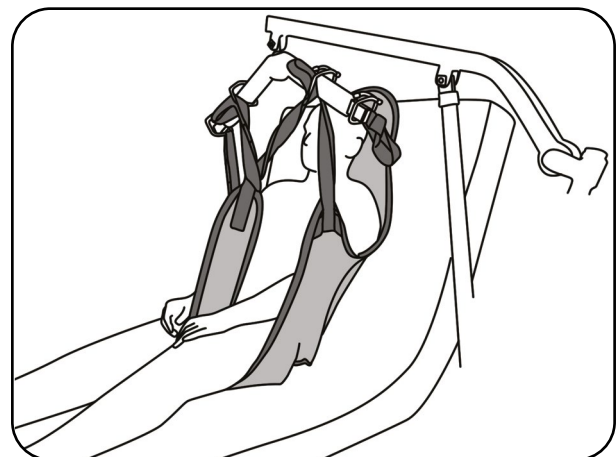

Abb. 8.3.03 - Anheben des Patienten
9. Hängen Sie die Beinschlaufen über Kreuz, entsprechend dem Kapitel Vorbereitung Abschnitt **Transportbügel der aks-Patientenlifter**, an die Haken des Transportbügels (Abb. 8.3.03). Achten Sie dabei auf die gleiche Einhängeweise. Diese erkennen Sie an der farblichen Kennzeichnung der Schlaufen (siehe Kapitel Vorbereitung Abschnitt **Gurtschlaufen**).
10. Hängen Sie die Schulterschlaufen, entsprechend dem Kapitel Vorbereitung Abschnitt **Transportbügel der aks-Patientenlifter**, an die Haken des Transportbügels (Abb. 8.3.03). Achten Sie auch hier auf die gleiche Einhängeweise, erkennbar an der farblichen Kennzeichnung der Schlaufen (siehe Kapitel Vorbereitung Abschnitt **Gurtschlaufen**).
13. Heben Sie den Patienten mit dem aks-Patientenlifter an (Abb. 8.3.03). Beobachten Sie dabei den Patienten und die Straffung des Liftergurtes. Korrigieren Sie gegebenenfalls den Sitz des Liftergurtes durch erneutes Ablassen des Patienten und Verschieben der ungünstig sitzenden Teile des Liftergurtes. Beobachten Sie während des gesamten Hebevorganges ständig den Patienten und den Sitz des Liftergurtes. Heben Sie den Patienten nur so hoch wie nötig.